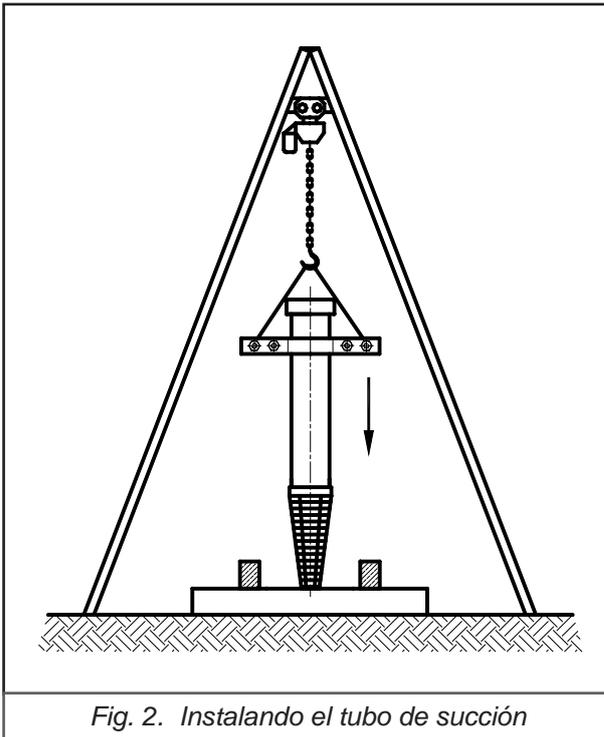

Fig. 2. Instalando el tubo de succión
6.2.1 Instalación del tubo de succión (Fig. 2)